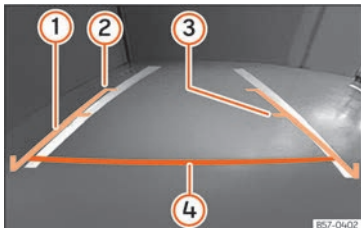

Abb. 200 Anzeige auf dem Bildschirm des Infotainment-Systems: Orientierungslinien.
- Die Beladung des Fahrzeugs verändert die Darstellung der Orientierungslinien »» Abb. 200. Die von ihnen dargestellte Breite verringert sich bei zunehmender Beladung. Achten Sie auf die Umgebung des Fahrzeugs, wenn der Innenraum oder der Gepäckraum beladen sind.
» **Abb. 200**